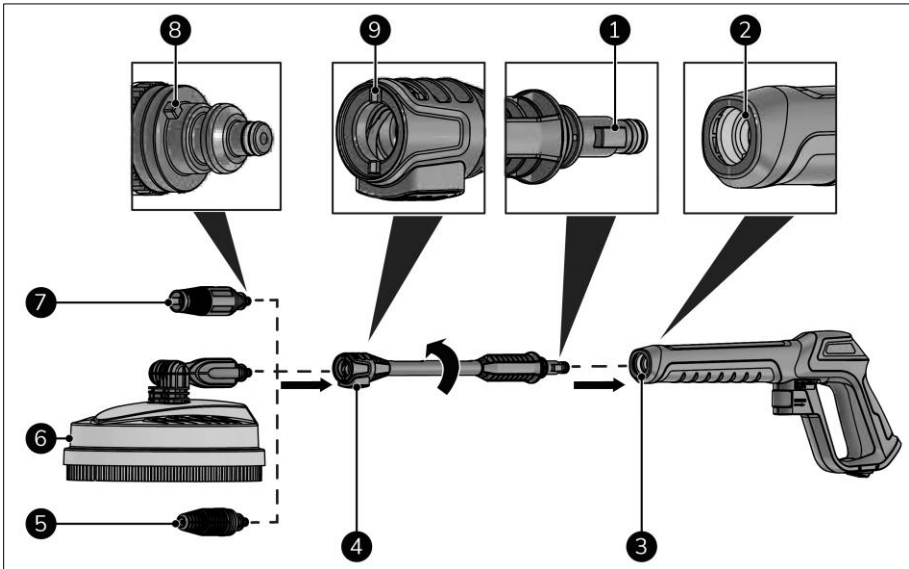

Abbildung 13
1. Richten Sie den Steg der Düse oder des Bodenreinigers (Abbildung 13, Pos. 8) mit der Nute in der Verlängerungslanze (Abbildung 13, Pos. 9) aus.
2. Führen Sie die Düse oder den Bodenreiniger (Abbildung 13, Pos. 5) in die Verlängerungslanze (Abbildung 13, Pos. 4) ein.
4. Richten Sie den Steg der Verlängerungslanze (Abbildung 13, Pos. 1) mit der Nute in der Strahlpistole (Abbildung 13, Pos. 2) aus.
5. Führen Sie die Verlängerungslanze (Abbildung 13, Pos. 4) in die Strahlpistole (Abbildung 13, Pos. 3) ein.